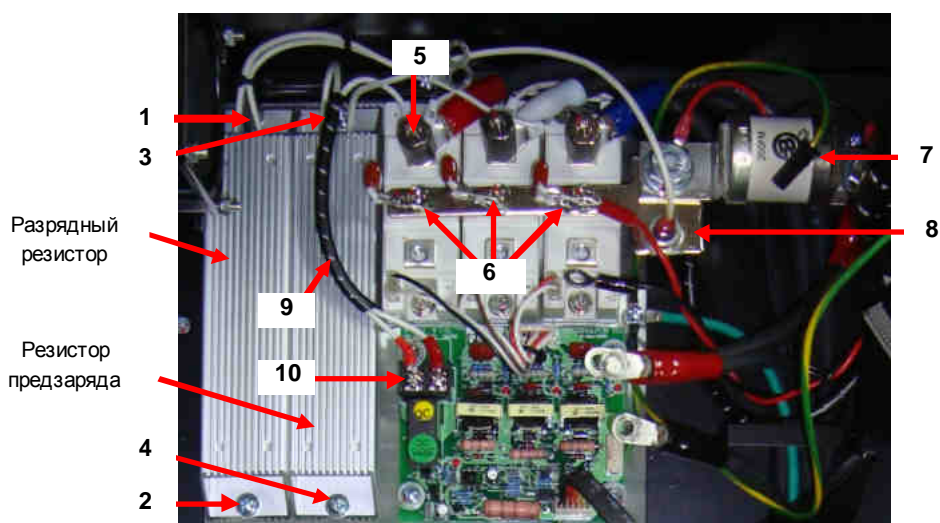

Рис. 7.12. Расположение разрядного резистора и цепи предзаряда.
7.12.2. Наклеить нижнюю наклейку на «шину +» ЗПТ так, чтобы совпали соответствующие отверстия в шине и прокладке, показанные стрелками на рис.7.12.